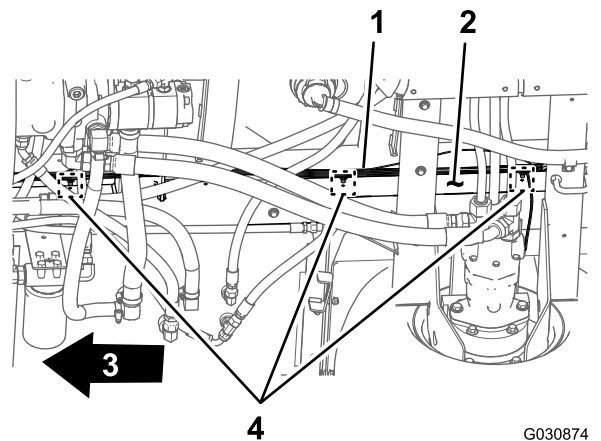

图103
3. 沿右机架管向前铺设电气线束的 168cm 线束支管图103。
- 将后线束 168cm 支管的 3 个推进式紧固件插入右机架管中拆卸旧后线束推进式紧固件所使用的孔中图 103 请参阅 断开前、后线束 (页码 9) 中的步骤 3。